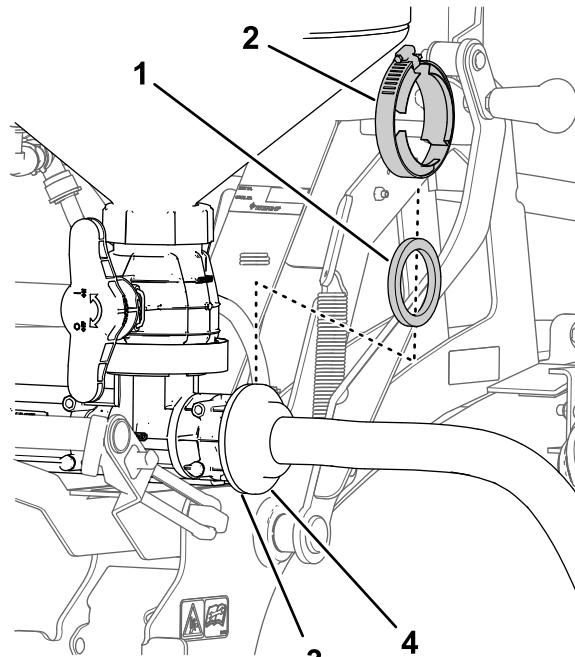

Figure 26
1. Alignez le raccord à bride du flexible d'alimentation sur la bride du mélangeur (Figure 26).
2. Fixez le flexible d'alimentation sur le mélangeur avec un joint et un collier à bride (Figure 26).